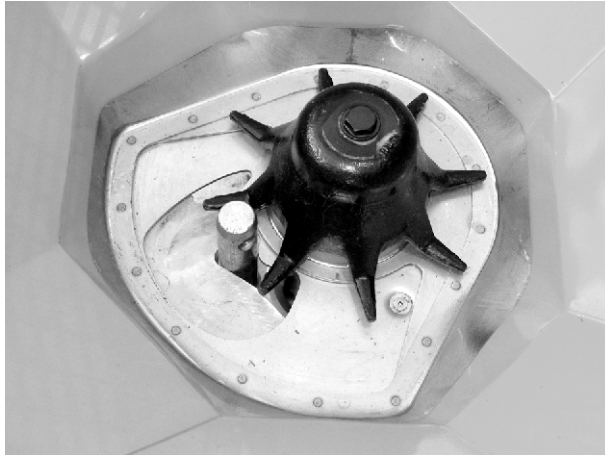

Fig. 87: Axe de bras inférieur d'attelage dans la trappe
- ✓ La vanne de dosage est appuyée contre le boulon. Voir Fig. 87 *Axe de bras inférieur d'attelage dans la trappe.*